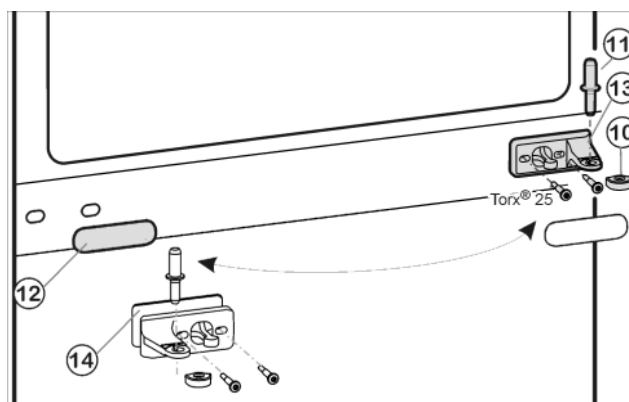
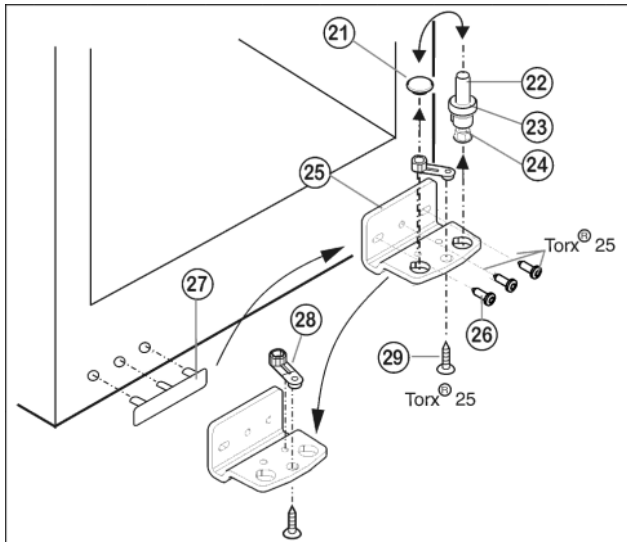

Fig. 8
Fig. 9
- ▶ Lagerbolzen Mitte Fig. 8 (11) aus dem Lagerbock und der unteren Tür herausziehen.
- ▶ Kunststoffkappe Fig. 8 (10) abziehen.
- ▶ Lagerbock Mitte Fig. 8 (13) abschrauben (2 mal Torx® 25).
- ▶ Abdeckblende Fig. 8 (12) vorsichtig abziehen.
- ▶ Lagerbock Mitte Fig. 8 (13) mit Unterlage Fig. 8 (14) um 180° gedreht auf die neue Scharnierseite **fest (mit 4 Nm)** anschrauben.
- ▶ Abdeckblende Fig. 8 (12) um 180° gedreht auf der neuen Griffseite wieder aufrasten.
- ▶ Lagerbolzen Fig. 9 (22) komplett, mit Scheibe Fig. 9 (23) und Stellfuß Fig. 9 (24), nach oben herausziehen.
- ▶ Stopfen Fig. 9 (21) abheben.
- ▶ Lagerbock Fig. 9 (25) abschrauben Fig. 9 (26).
- ▶ Lagerteil Fig. 9 (28) abschrauben Fig. 9 (29) und in das gegenüberliegende Aufnahmeloch des Lagerbocks umsetzen, wieder festschrauben.
- ▶ Griffseitige Abdeckung Fig. 9 (27) vorsichtig abheben und auf die Gegenseite umsetzen.
- ▶ Lagerbock Fig. 9 (25) auf der neuen Scharnierseite ggf. mit Hilfe eines Akkuschaubers **fest (mit 4 Nm)** wieder anschrauben.
- ▶ Stopfen Fig. 9 (21) in das anderen Loch wieder einsetzen.
- ▶ Lagerbolzen Fig. 9 (22) komplett, mit Scheibe und Stellfuß, wieder einsetzen. Dabei darauf achten, dass der Rastnocken nach hinten zeigt.
- ▶ Untere Tür von oben auf Lagerbolzen unten Fig. 9 (22) aufsetzen.
- ▶ Die Kunststoffkappe Fig. 8 (10) wieder auf den Lagerbock Mitte Fig. 8 (13) aufsetzen.
- ▶ Lagerbolzen Mitte Fig. 8 (11) auf der neuen Scharnierseite durch den Lagerbock Mitte Fig. 8 (13) in die untere Tür einsetzen.
- ▶ Obere Tür auf den Lagerbolzen Mitte Fig. 8 (11) setzen.
- ▶ Die Türen eventuell über die beiden Langlöcher im Lagerbock unten Fig. 9 (25) und Lagerbock Mitte Fig. 8 (13) fluchtend zum Gerätegehäuse ausrichten. Dazu mittlere Schraube im Lagerbock unten Fig. 9 (25) herausdrehen.